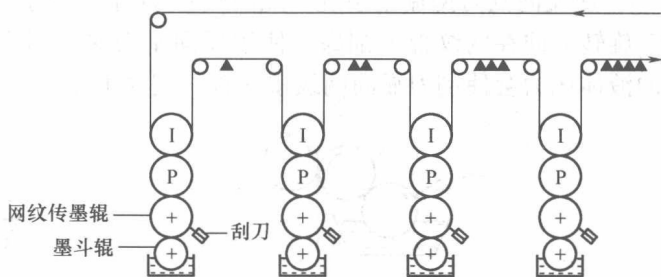

图 0-3 并列机组式柔性版印刷机
(3) 并列机组式柔性版印刷机 如图 0-3 所示, 并列式柔性版印刷机的各单色机组独立分开, 机组间按水平直线排列, 由一根公共轴驱动。这种印刷机采用张力、套准自动控制系统, 套印精度高, 操作方便, 但占地面积大。